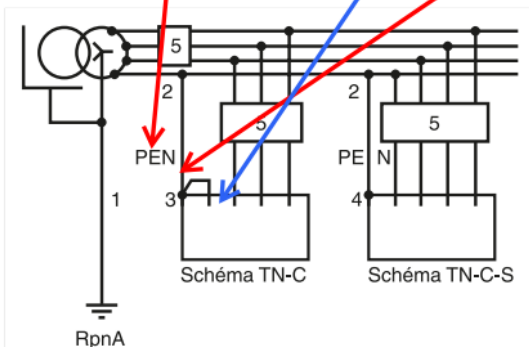

Fig. F22 – Mise en œuvre du schéma de mise à la terre TN.
Dans le cas d'un conducteur PEN (conducteur neutre N également utilisé comme conducteur de protection), la connexion doit être réalisée directement sur la borne de terre de l'appareil (voir 3 en Fig. F22) avant d'être bouclée sur la borne neutre de l'appareil.
Certaines conditions doivent être respectées, telles que énumérées ci-après et illustrées dans la **Fig. F22**.
3. Dans le cas d'un **conducteur PEN (conducteur neutre également utilisé comme conducteur de protection)**, la **connexion doit être réalisée directement sur la borne de terre de l'appareil (voir 3 en Fig. F22) avant d'être bouclée sur la borne neutre de l'appareil**.